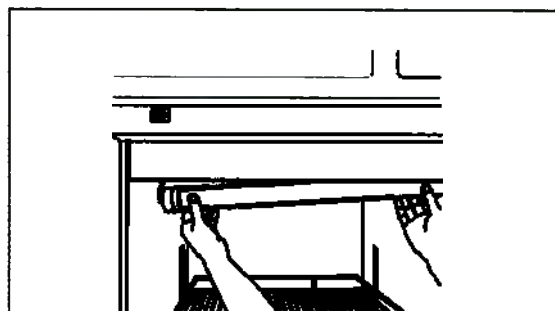

Рис. 1
3. Потяните люминесцентную лампу вниз со стопора вместе с крышкой лампы и проводами (Рис. 1).